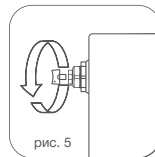

рис. 5
- 8.4. Для удаления воздуха из радиатора в верхней коллектор обязательно установка крана Маевского* или автоматического воздухоотводчика. Для удаления воздуха через кран Маевского необходимо периодически (несколько раз в год) вручную стравливать его с помощью специального ключа* (рис. 5)